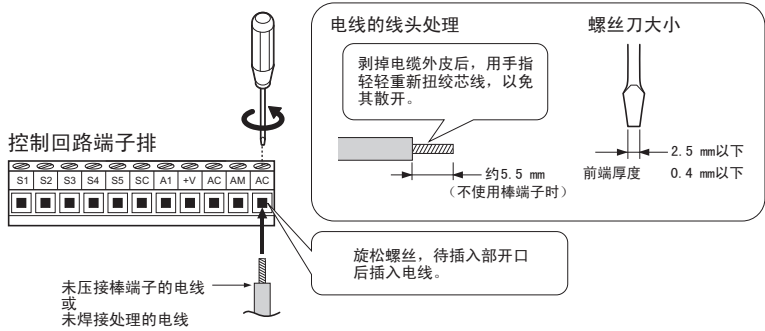
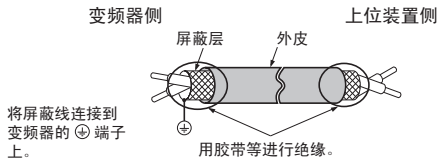

图 3.13 控制回路的接线步骤
图 3.14 屏蔽线的线头处理
- 请参照图 3.13 进行控制回路的接线。并参照图 3.14 对屏蔽线的线头进行处理。关于紧固力矩，请参照“电线尺寸和紧固力矩”（43 页）。